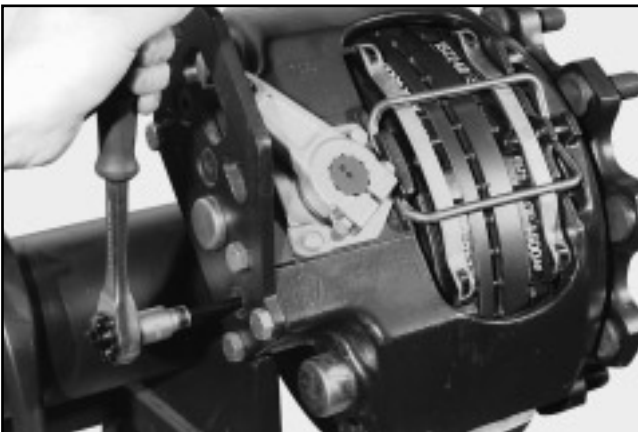

FIG. 13
In termini generali, per deregolare o "regolare all'indietro" si gira la chiave nella direzione che produce carico, fino a quando non scatta (il che indica che il limitatore di coppia funziona). Se si gira la chiave nella direzione opposta, si ha un movimento più continuo e senza alcuno scatto, ottenendo una regolazione positiva e riducendo il gioco fra pastiglia e rotore (Fig. 13).
4. Usando una chiave Allen di 6mm, retrarre con cura il freno (Fig. 13 a 14a).